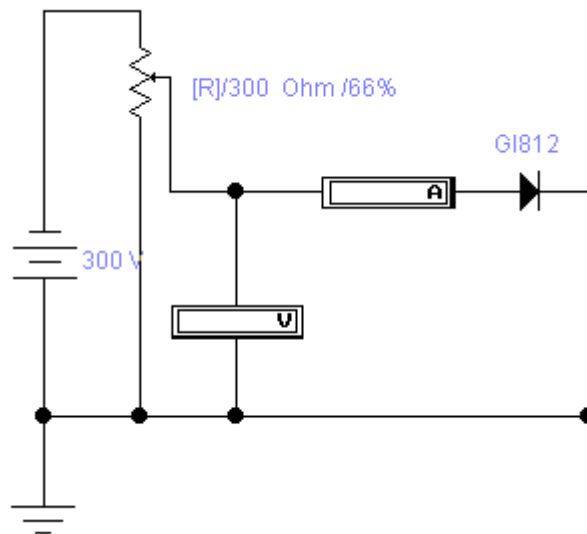

Рис.2.2 Схема для дослідження зворотної вітки вольт-амперної характеристики напівпровідникового діоду.
4. Зібрати схему для дослідження зворотної вітки вольт-амперної характеристики напівпровідникового діоду(рис.2.2).